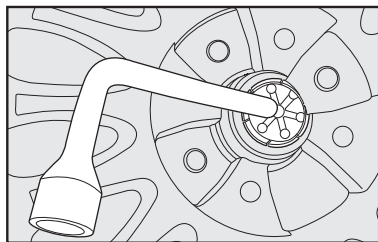

fig. 16
**NOTA:** em veículos com opcional roda de liga leve, é necessário retirar a tampa central da roda (que possui a logomarca FIAT). Para retirá-la, utilize a chave de roda, empurrando a tampa central pelo lado interno da roda **fig. 16**. Guardar a tampa, para recolocá-la na roda quando for montá-la novamente no veículo.